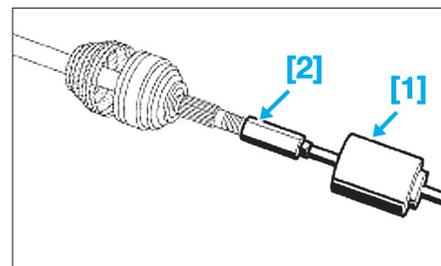

Fig. 16
- [1]. Extracteur à inertie (Fig.16).
- [2]. Adaptateur de l'extracteur à inertie (Fig.16).
- Retirer le bol à l'aide d'un extracteur à inertie [1] muni d'un adaptateur [2] (Fig.16).